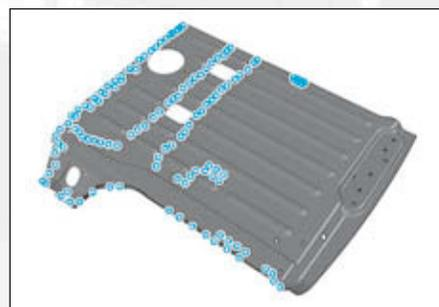
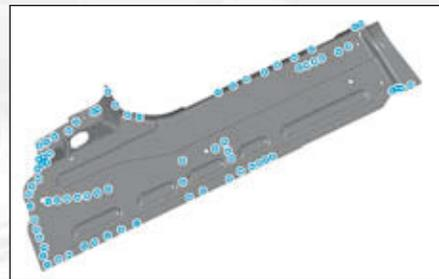

FIG.235
FIG.236
- Tracer puis percer au Ø 6,5 mm pour soudage ultérieur par points bouchons MAG (Fig.235) et (Fig.236).